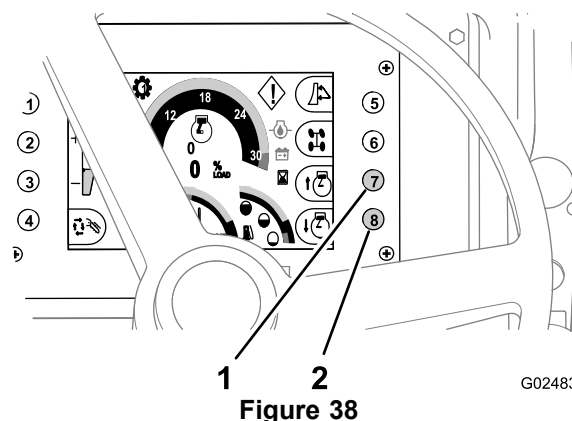

Figure 38
- Pour **monter** le régime moteur, appuyez sur le bouton 7 du centre de commande (Figure 38).
- Pour **baisser** le régime moteur, appuyez sur le bouton 8 du centre de commande (Figure 38).